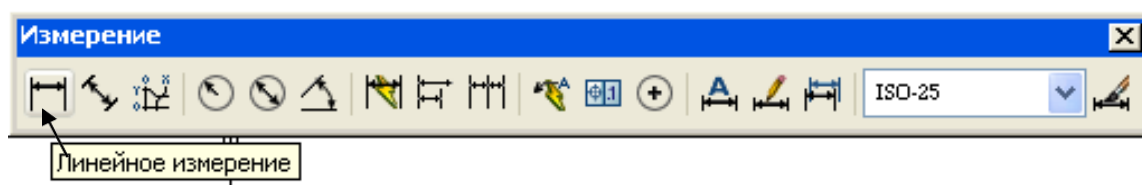

Рис.28.
**Проставление горизонтальных (вертикальных) размеров.** На панели инструментов выбираем команду «Линейное измерение» (Linear) и щелкаем левую кнопку мыши. Указываем начальную точку первой выносной линии (наводим курсор и щелкаем левую кнопку мыши), указываем начальную точку (Рис.28) второй выносной линии. Далее указываем местоположение размерной линии на 8 – 10 мм выше верхней линии объекта.